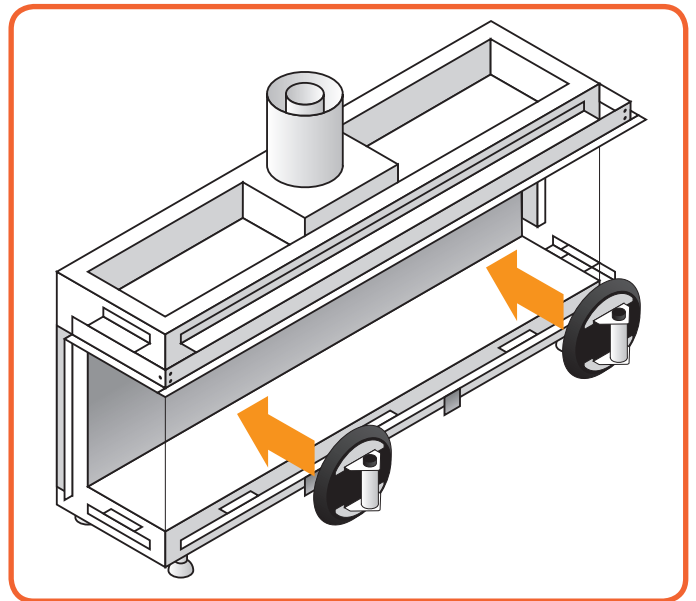

Figure 10.5 - Utilisation de la ventouse
- Placez la ventouse sur la vitre et assurez-vous d'avoir fait le vide correctement, sinon vous ne pourrez pas retirer la vitre. (Voir **Figure 10.5**)